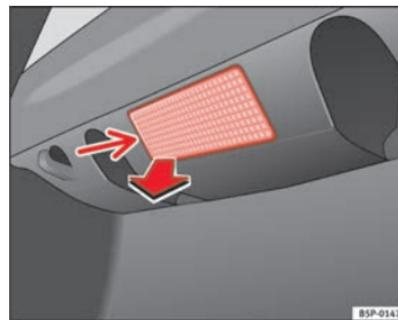

Fig. 176 Luz maletero
- Extraiga la tulipa haciendo presión sobre el borde de la parte interior de la misma -flecha- con ayuda de un destornillador por su parte plana ⇒ fig. 176. ▶